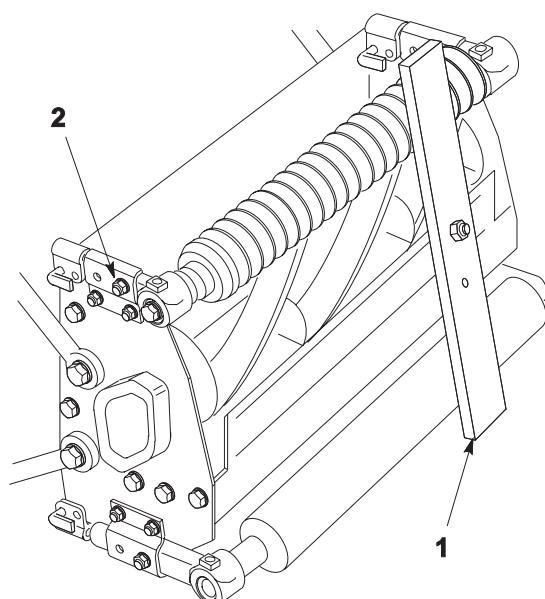

図 9
2. 前ローラ・プラケット (左右) をアングル・プラケットに固定しているナット (図 9) を、それぞれごくわずかだけゆるめる。
4. 前後のローラにゲージバーを差し渡し、ゲージバーのネジ頭がベッドナイフにぴったりと当たるように、前ローラ・サポートネジを調整する (図 9)。この調整をカッティングユニットの左右両側で行う。